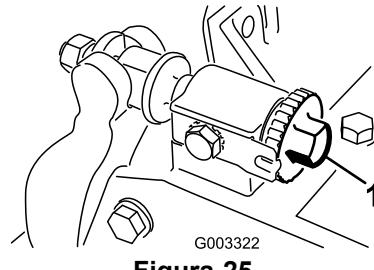

Figura 25
1. Allentate il contatto cilindro/controlama ruotando le manopole di regolazione della controlama (**Figura 25**) in senso antiorario finché non vi sarà più nessun contatto.